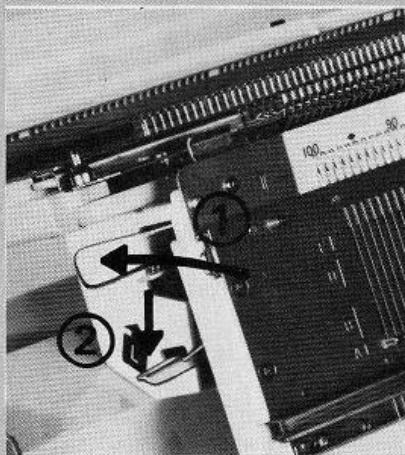

Fig. 11
Position haute : pour le tricotage, les becs des deux fontures sont à la même hauteur. Pour tricoter les grosses laines, abaisser légèrement (2 m/m) la fonture. Pour cela, pousser la clavette ① et ensuite appuyer sur la clavette ② (fig. 11).